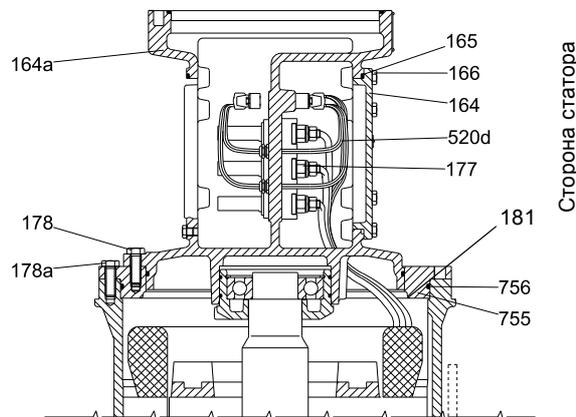

Рис. 32 Клеммная коробка (без верхней крышки электродвигателя), типоразмер 74
- Вывернуть винты (166) из крышки клеммной коробки (164) на стороне статора. См. рис. 32.
- Снять крышку клеммной коробки (164) вместе с кольцевым уплотнением (165) с клеммной коробки (164a).